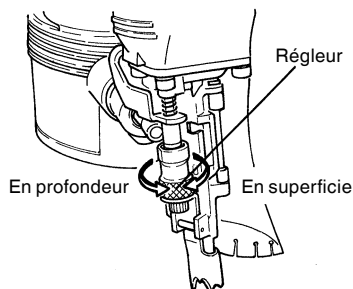

Fig. 15
- Réglage du régleur (Fig. 15).
- Si les clous ne sont pas assez enfoncés, tournez le régleur sur le côté « En profondeur » (Repère ) (Voir Fig. 15 et 16).